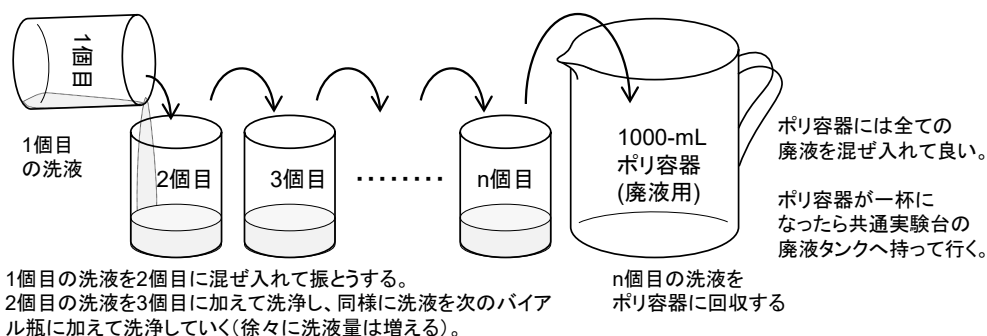

図 9. 一次廃液を排出した後のスクリー管瓶の洗浄手順
- (1) 各種試薬の水溶液、スクリー管瓶①~②⑩、分光セルの内容物を 1000-mL ポリ容器（廃液用）に全て入れる（一次廃液）。
- (2) 一次廃液を排出した後、図 9 に示したように、各スクリー管瓶やセルに水道水を少量入れておく。1 個目の瓶の洗液を 2 個目の瓶に混ぜ入れて洗浄する。2 個目の洗液を 3 個目に加えて洗浄する。この洗液を同様に次の瓶に加えながら洗浄していく（ $n = 5 \sim 6$ 個単位で行う）。最後の洗液（二次廃液）はポリ容器に入れる。これを 2 周繰り返す。ポリ容器には全ての廃液を混在させて良い。